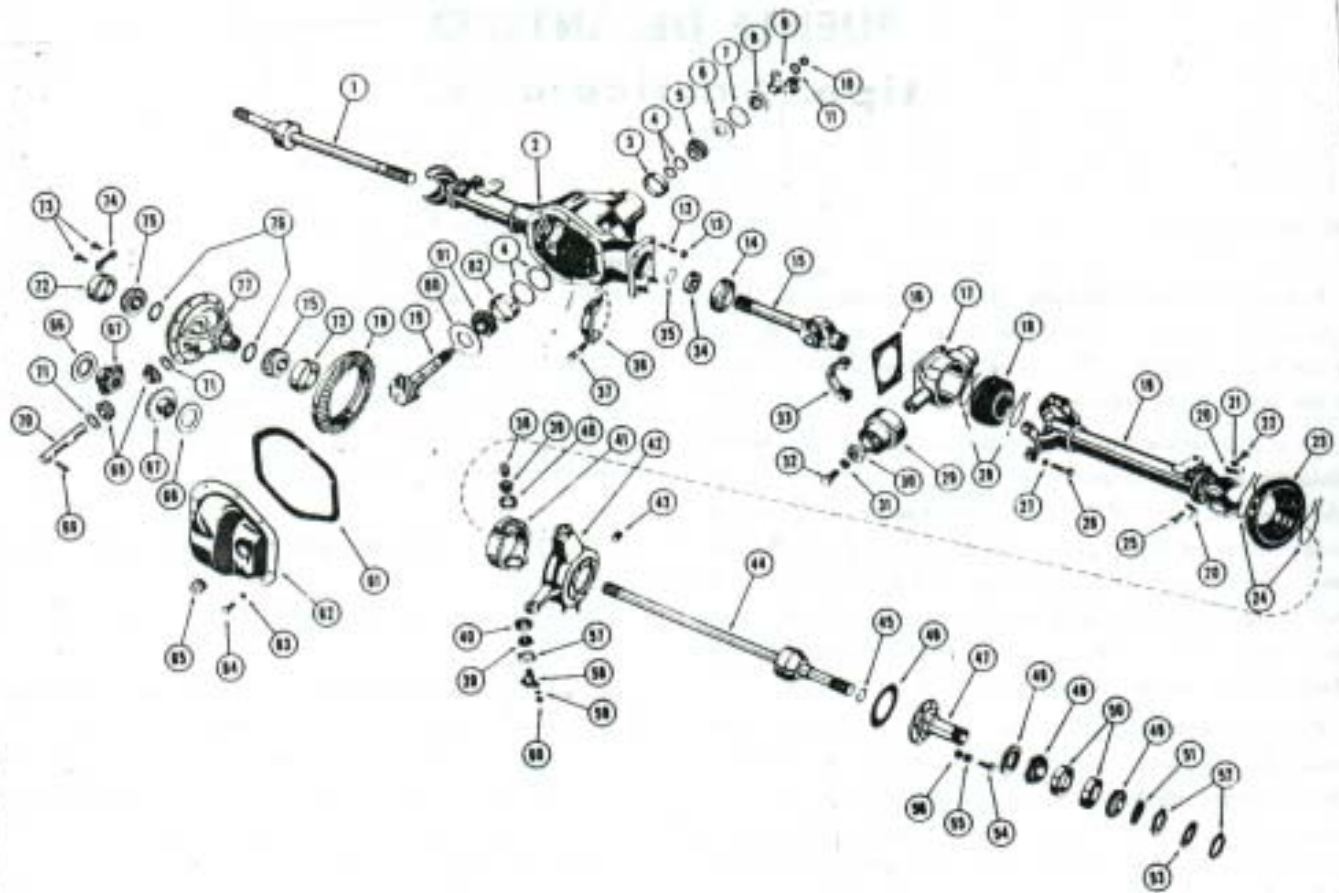

Fig. 3
- 1) Drenar el lubricante de los muñones de dirección. Para ello, quitar la abrazadera exterior (24, Fig. 3) y desprender el guardapolvo protector (23) del muñón.
- 3) Retirar el anillo retén (45) del extremo del semieje.
- 6) Enderezar la pestaña de la arandela seguro (53) y